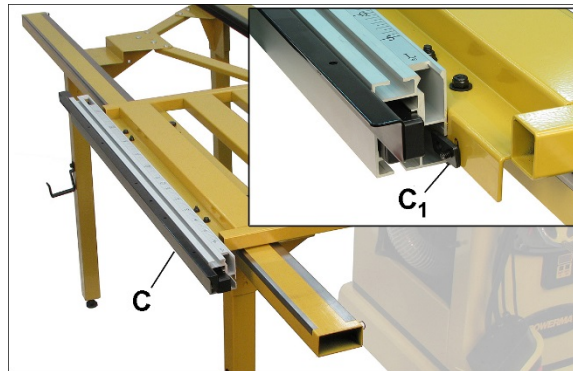

Рисунок 7-20
1. Установите направляющую настройки угла (C, рисунок 7-20) на две T-образные гайки (C1).